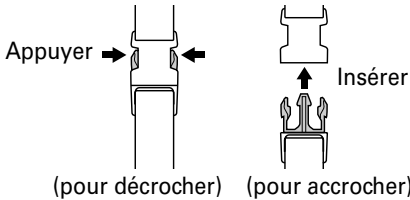

Fig. 15
- (2) Pour décrocher la courroie de l'outil, maintenez le tuyau principal d'une main et appuyez sur les deux côtés du mécanisme de déverrouillage de la courroie comme cela est indiqué sur la Fig. 15. Pour remettre en place la courroie, insérez cette dernière par le dessous et vérifiez qu'elle est correctement fixée.